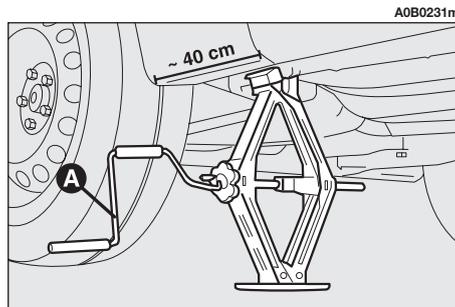
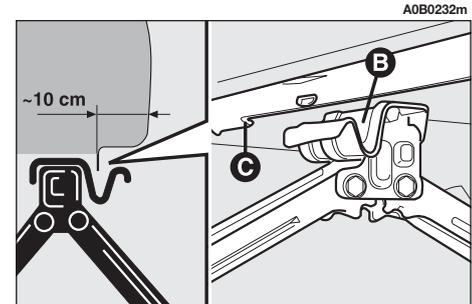

Abb. 5
Abb. 6
- Die Drehvorrichtung (**A**, **Abb. 5**) des Wagenhebers betätigen, bis die Aussparung (**B**, **Abb. 6**) am oberen Teil des Wagenhebers genau auf das untere Profil der Karosse (**C**, **Abb. 6**) ca. 40 cm vom Radkastenprofil entfernt angesetzt werden kann.